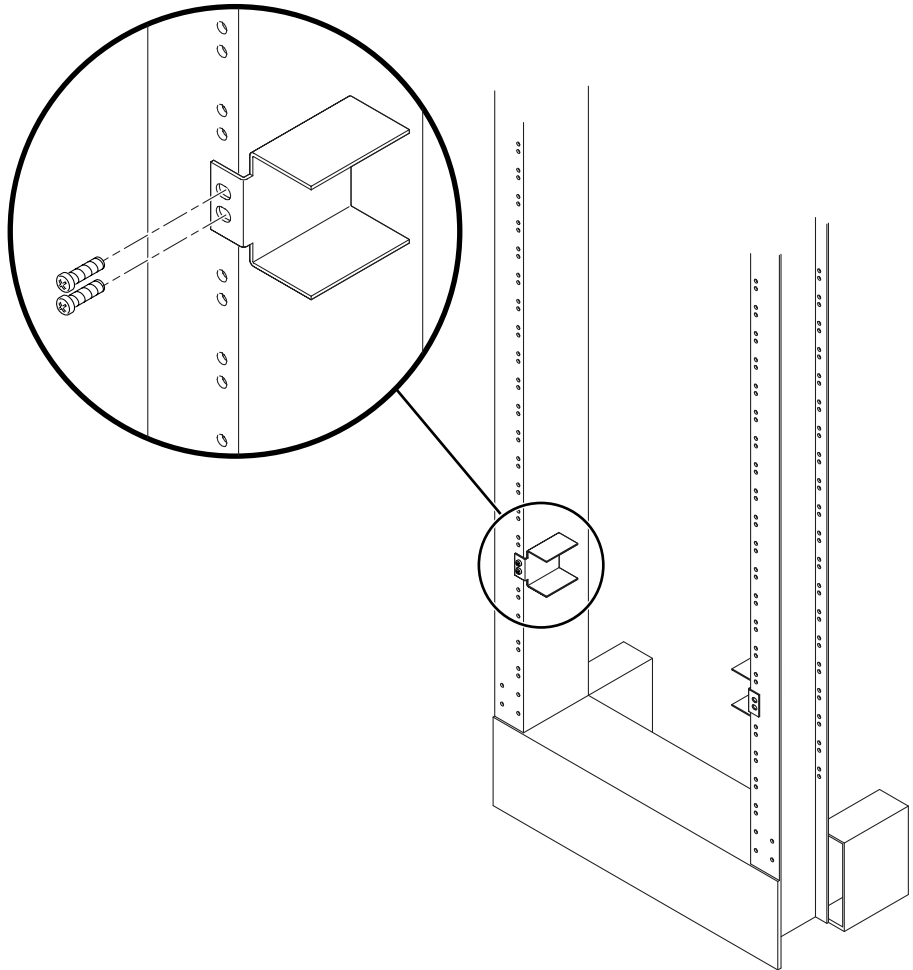

图 3-25 将滑槽安装到机架中
4. 根据您的需要上下调整好滑槽在机架上的位置，然后各用两颗螺钉将两个滑槽分别固定到机架上（图 3-25）。